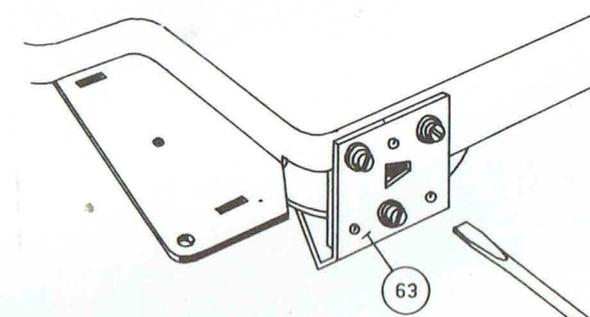

fig. 4
**Nota :** Lors de la fixation de l'équerre de palier inférieur 63 du volant il faut veiller à ce que la rainure du volant 62 et celle du galet presseur 59 se situent sur un même plan. La hauteur du volant peut être réglée au moyen d'un tournevis, introduit dans le trou triangulaire de l'équerre de palier inférieur (voir fig. 4).